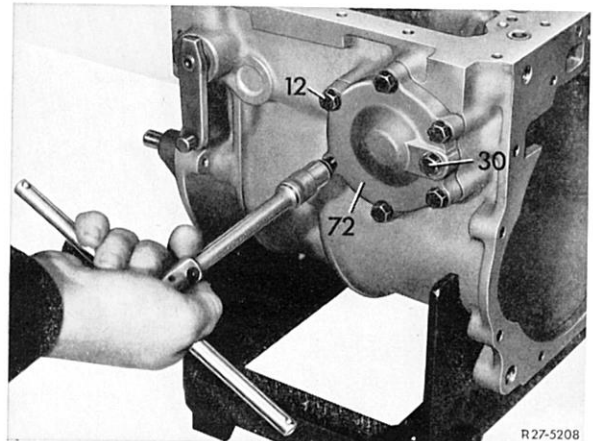

Bild 27-11/35
35 Bremsbandkolbendeckel (72) nach Lösen der Sechskantschrauben (12) samt Dichtbeilage abnehmen (Bild 27-11/35).